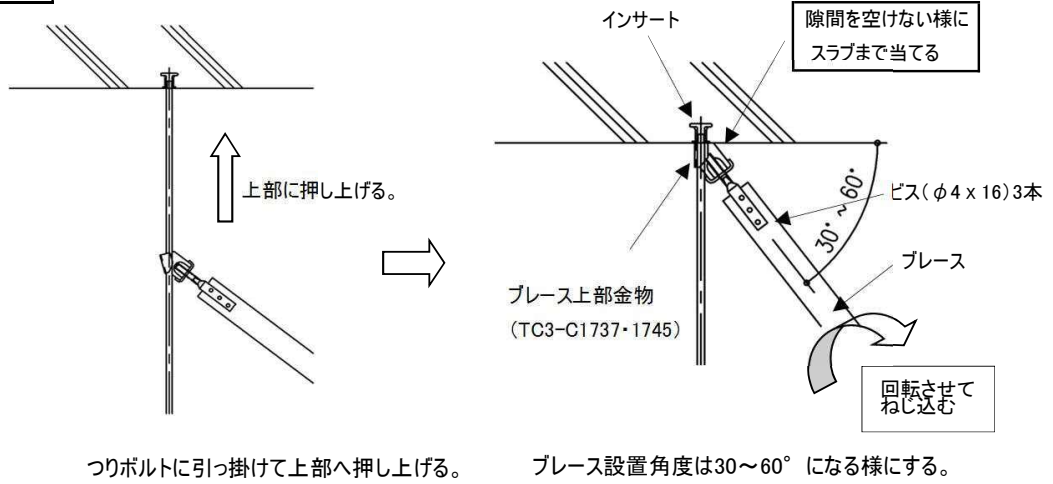

図 2-12 ブレースの取付方法
- ② つりボルトにブレース上部金物を引っ掛けてスラブ面まで押し上げ、ブレースを回転させて締め付ける。取付け位置は、インサート及び、スラブに上部金物が当たるまでとし、スラブとの隙間は空けないこと。(図2-12参照)